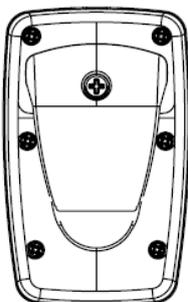

Figure 19. Couvercle de la batterie et les vis verrouillent le couvercle
1. Ouvrir le couvercle en dévissant les 6 vis sur le côté arrière de l'émetteur (voir la figure 19)